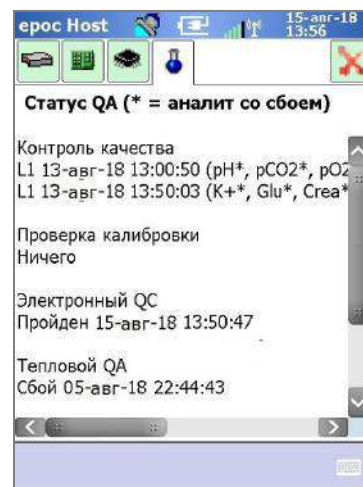

Рис. 45.
- Откройте четвертую вкладку (рис. 45), чтобы просмотреть текущий статус QA устройства Reader.